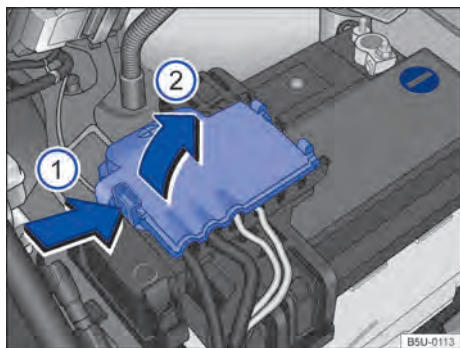

Fig. 184 Compartimento do motor: acesso ao terminal positivo da bateria.
- Abrir a cobertura do polo positivo. Para abrir pressionar a trava no sentido da seta → Fig. 184 (1), rebater a cobertura para o lado no sentido da seta (2).
- Conectar uma extremidade do cabo auxiliar de partida *vermelho* ao polo positivo (+) do veículo com a bateria do veículo descarregada (A) → .
- Conectar a outra extremidade do cabo auxiliar de partida *vermelho* ao polo positivo (+) da bateria do veículo fornecedor de corrente (B).
- Conectar uma extremidade do cabo de auxílio na partida *preto* ao polo negativo (-) da bateria do veículo fornecedora de corrente (B).
- Conectar a outra extremidade do cabo auxiliar de partida *preto* (X) no veículo com a bateria do veículo descarregada em uma peça maciça de metal aparafusada firmemente ao bloco do motor ou no próprio bloco do motor - porém não nas proximidades da bateria (A) → .